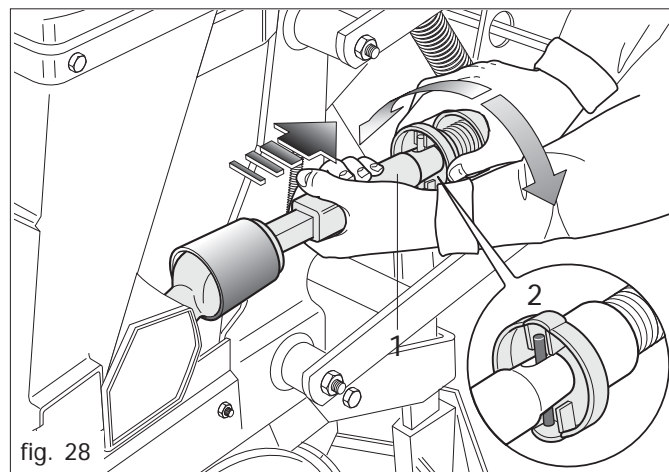

fig. 28
Séparer donc l'arbre de transmission du semoir (Fig. 28) par la procédure suivante:
- Pousser et maintenir enfoncé le manchon (1 Fig. 28) dans le sens indiqué par la flèche, enfoncer en avant et, en même temps, faire tourner le collier (2 Fig. 28) jusqu'à ce qu'il soit dégagé de la goupille en fer.
- Tirer le manchon en arrière, en fin de course (1 Fig. 28).